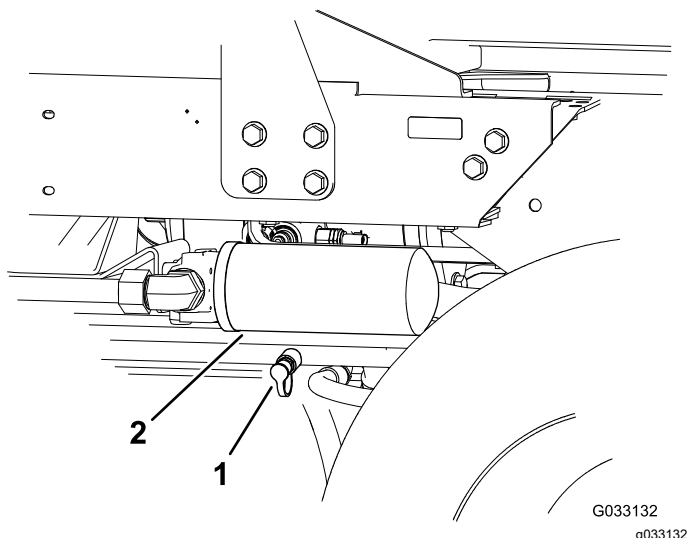

Figura 64
2. Ligue um tubo hidráulico entre o encaixe de diagnóstico instalado no coletor da tração traseiro e a porta de teste de pressão da tração traseira (Figura 64).